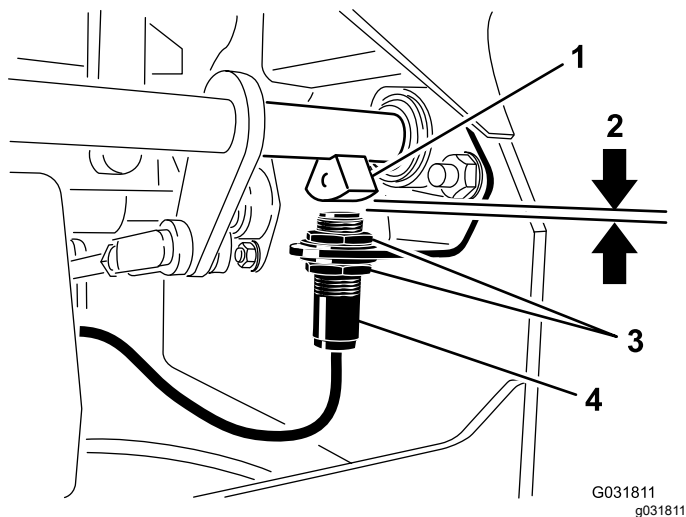

Bild 83
4. Schieben Sie den Schalter an der Halterung nach oben oder unten, bis der Abstand zwischen dem Bremswellensensor und dem Schalterplunger 4 mm beträgt, wie in Bild 83 abgebildet.